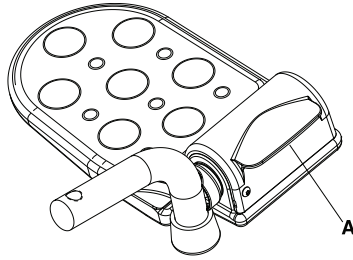

Figura 4-6: Palanca del reposapiés abatible
4. Con el pie, baje el reposapiés abatible hasta la posición de transporte levantando la palanca del reposapiés (A) (Figura 4-6 de la página 4-16).